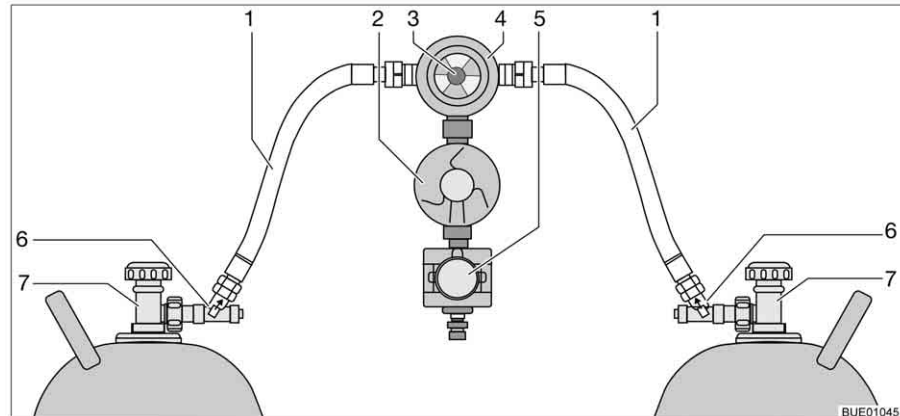

Bild 112 Crash-Protection-Unit-Umschaltanlage
Die Crash-Protection-Unit besteht aus zwei Durchflussbegrenzern mit manueller Entriegelung (Bild 112,6), einem Umschaltventil (Bild 112,4) mit Druckregler (Bild 112,2), einem Elektroventil (Bild 112,5) und der Bedieneinheit mit dreifarbigem LED. Das Umschaltventil ist zwischen den beiden Gasschläuchen (Bild 112,1) montiert.
Mit dem Drehknopf (Bild 112,3) am Umschaltventil lässt sich bestimmen, welche der Gasflaschen als Betriebsflasche und welche Gasflasche als Reserveflasche verwendet wird.
An der Bedieneinheit (Bild 113) können nur die elektrischen Funktionen geschaltet werden. Die Haupt-Absperrventile der Gasflaschen (Bild 112,7) und die Entriegelungen (Bild 112,6) müssen von Hand geöffnet werden.
- Haupt-Absperrventile an den Gasflaschen (Bild 112,7) öffnen.
- Entriegelungen (Bild 112,6) nacheinander 10 Sekunden lang drücken.
- Mit dem Drehknopf (Bild 112,3) am Umschaltventil (Bild 112,4) die Gasflasche wählen, der vorrangig das Gas entnommen werden soll (Betriebsflasche).
- Haupt-Absperrventile an den Gasflaschen (Bild 112,7) schließen.